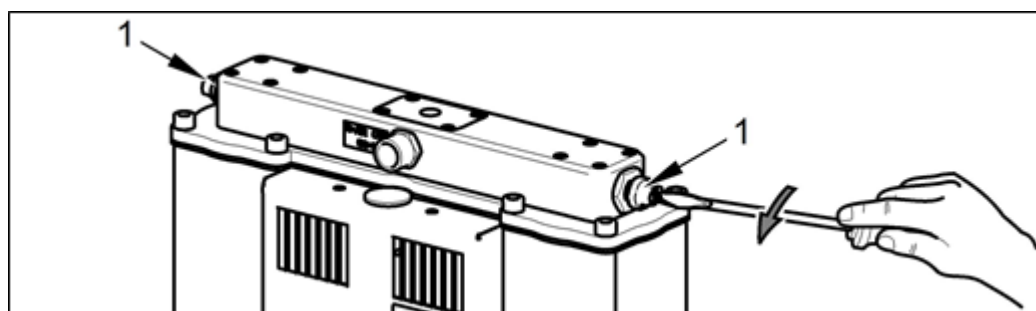

Рис. 25: Стравливание давления из камер осушителя
- Откройте вентиляционные пробки на выходном модуле оборудования (Рис. 25).
- Сбросьте давление воздуха в камерах осушителя ((Рис. 25).